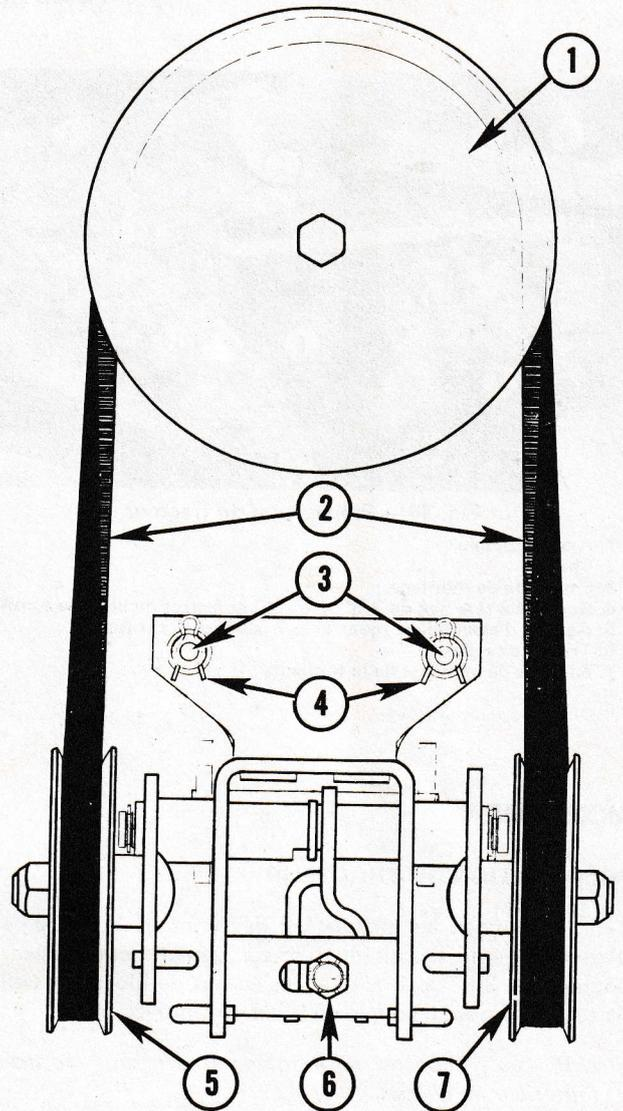

Fig. 39 – Montage de la tondeuse
7. Fixer tout l'entraînement de la tondeuse aux axes (N° 3, Fig. 39), à l'avant du châssis du tracteur avec les épingles (N° 4).
2. La tondeuse en position abaissée, tourner le boulon de réglage (N° 6, Fig. 39) vers la droite pour tendre la courroie. Quand la courroie (N° 2) est bien tendue, les poulies (N° 5 et 7) devraient être à peu près à la même hauteur par rapport au sol.
3. Soulever la poulie droite (N° 5, Fig. 39) et sortir la courroie (N° 2) de la poulie.